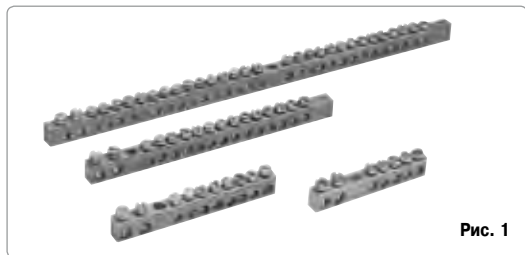

Рис. 1
- Модели **NSYRBL** (рис. 1) предназначены для установки в коробках с изолирующей задней панелью либо с помощью изоляторов (не входят в комплект поставки).